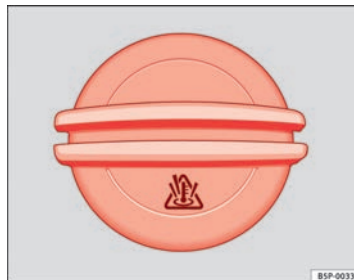

Fig. 114 En el vano motor: Tapón del depósito de expansión del líquido refrigerante.
- Deje enfriar el motor ⇒ Fig. 114.
- El depósito de expansión del líquido refrigerante se reconoce por el símbolo  del tapón ⇒ Fig. 114.